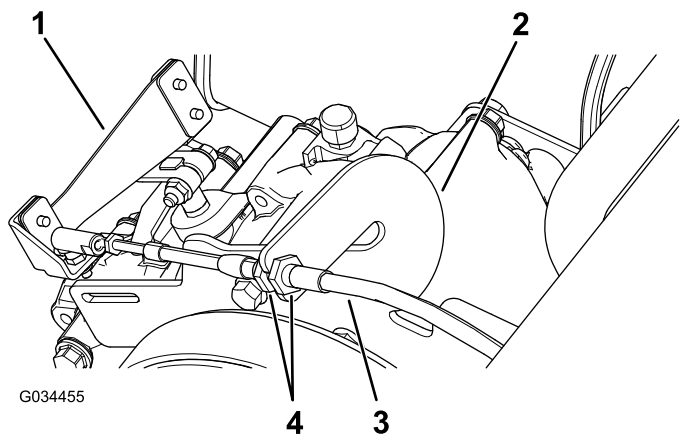

Figure 59
1. Desserrez les écrous de blocage sur le câble de sélection et ajustez-les selon les besoins (Figure 59).
2. Vérifiez la position de l'inverseur de marche en tournant le levier aux 3 positions différentes et vérifiez que le levier (Figure 59) passe aux différentes positions correctement ; voir Levier et indicateur d'inverseur de marche (page 14).